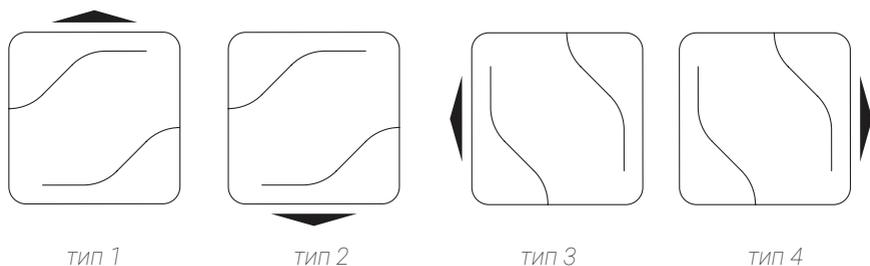

Рисунок 4.1 – Типы размещения устройства
- 3.15. Устройство может быть размещено в одном из четырех положений, на усмотрение пользователя: отверстием для выброса воздуха вверх (рекомендуемое), вниз или в сторону (левую или правую) (рис. 4.1).
4.2.1. Выберите вариант размещения устройства (рис. 4.1). Приложите шаблон для монтажа и наметьте место для бурения канала воздуховода.